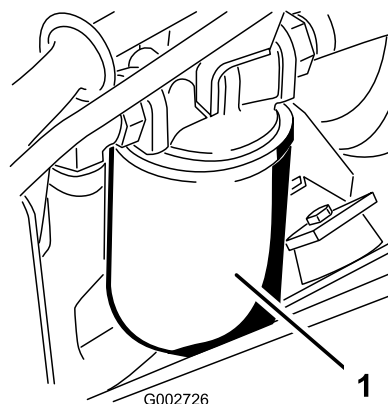

Figura 45
4. Collocate una bacinella sotto il filtro idraulico situato sul lato sinistro della macchina (Figura 45).
7. Montate il nuovo filtro idraulico (Figura 45) ruotandolo manualmente fino a quando la guarnizione non viene a contatto con la testa del filtro, quindi serrate il filtro di altri 3/4 di giro.